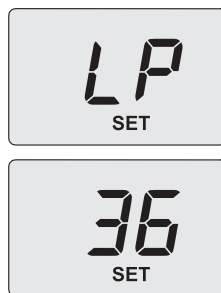

Figura 9.12
- Selezionare il parametro **1**, premere il tasto 14 (Figura 9.9) per confermare. Sul display appare **LP** alternato alla temperatura minima sanitaria (Figura 9.12).